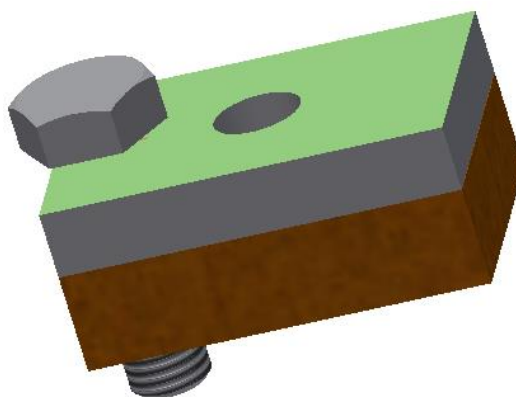

Рис. 3.50. Совмещение граней
5. Выберите верхнюю грань первой пластины. Выбранные грани совпадут (рис. 3.50).